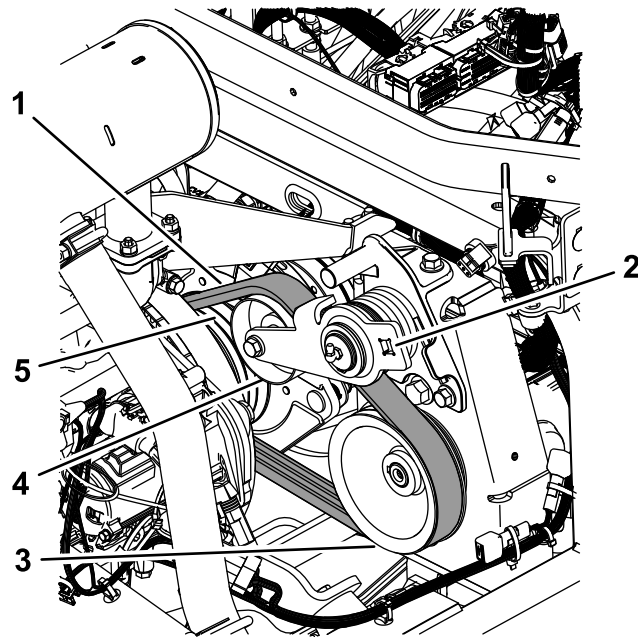

**Bild 73**
3. Führen Sie den Riemen über die Motorriemenscheibe, die Spannscheibe und der Riemenscheibe der Pumpe (Bild 73).